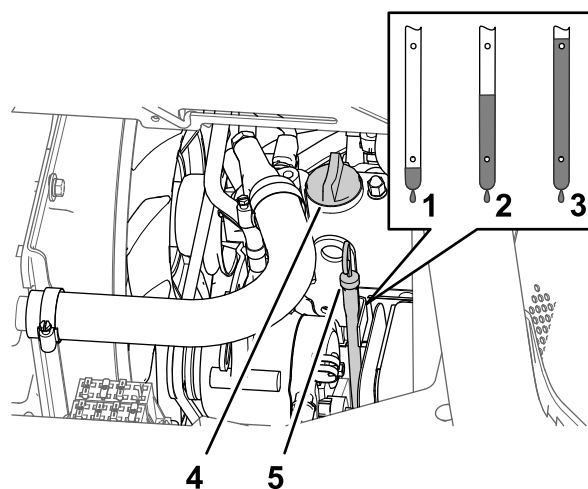

Figure 76
5. Enlevez le bouchon de remplissage d'huile du goulot de remplissage sur le couvre-culasse (Figure 76) et versez avec précaution environ 80 % de la quantité d'huile spécifiée dans le goulot de remplissage.
6. Sortez la jauge et vérifiez le niveau d'huile dans le carter moteur (Figure 76).
7. Versez avec précaution la quantité d'huile spécifiée requise pour faire monter le niveau jusqu'au repère maximum sur la jauge (Figure 76).
8. Remettez le bouchon de remplissage d'huile dans le goulot de remplissage et la jauge dans son tube (Figure 76).